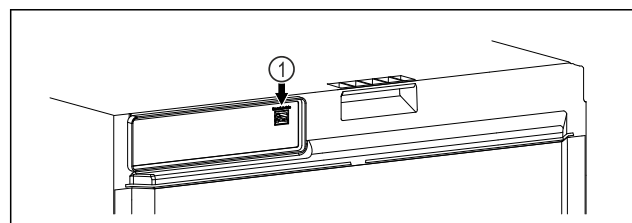

Fig. 145
- ☐ SmartModule Fig. 145 (1) è inserito.